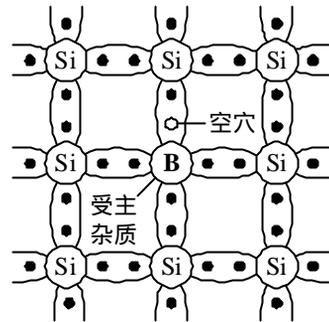

图 1-6 硅晶体中掺入硼元素
(2) **P 型半导体** 若在硅(或锗)的晶体中掺入三价元素硼(B)，由于硼原子只有 3 个价电子，因而在组成共价键结构时，因缺少一个价电子而多出一个空穴，如图 1-6 所示。于是半导体中空穴数目大量增加，空穴导电成为这种半导体的主要导电方式，故称它为空穴型半导体或 P 型半导体。由于硼原子是接受电子的，故称为受主杂质。在 P 型半导体中，空穴为多子，自由电子为少子。